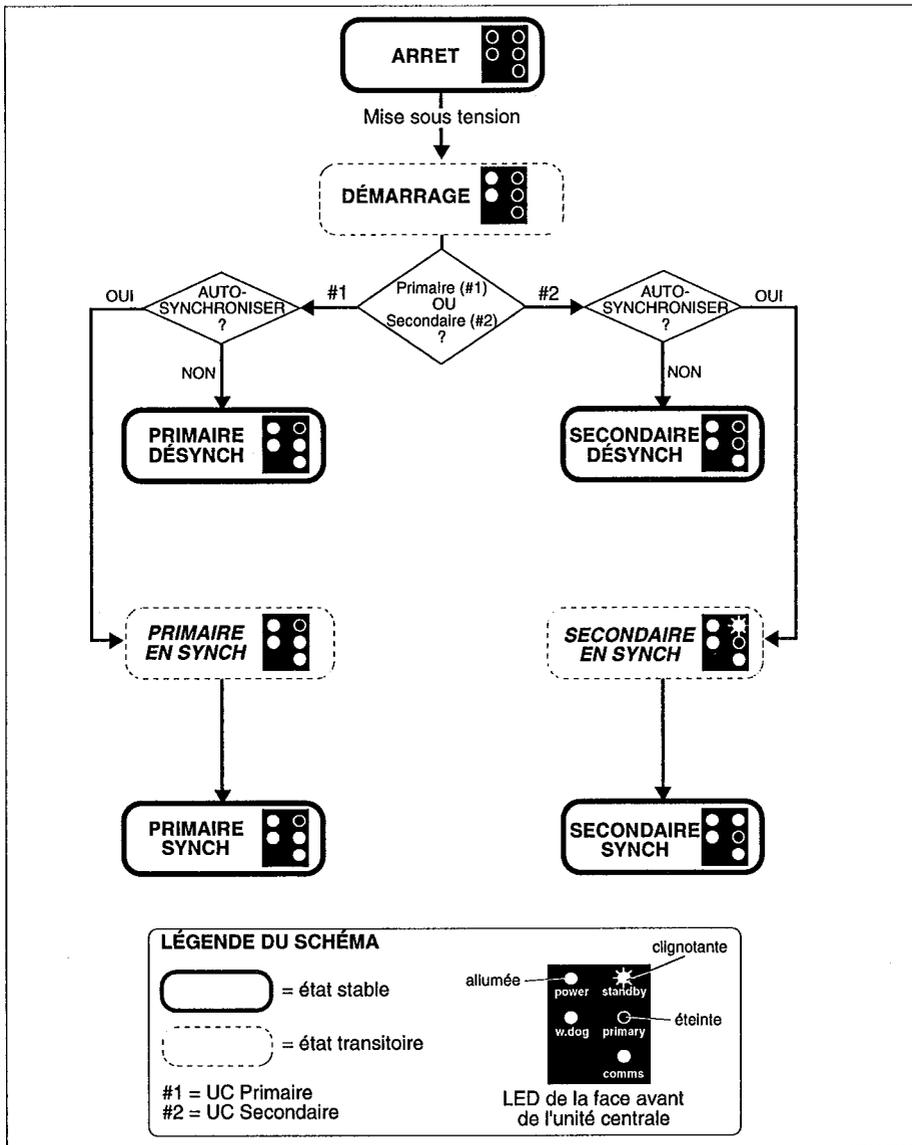

Figure 2-25 États de redondance à la mise en route pour deux unités centrales
La figure 2-25 montre l'ensemble des états possibles lorsque deux unités centrales dans un manchon contrôleur/coordonateur sont mises sous tension, soit simultanément ou séquentiellement.
La synchronisation automatique n'est réalisée que si les deux unités centrales sont mises sous tension en même temps (dans un intervalle d'une seconde), et si elles ont tourné précédemment en tandem synchronisé redondant. Ces informations sont disponibles dans la mémoire de l'horloge temps réel. Dans tous les autres cas, — par ex. mise sous tension sur la base des états par défaut, mise sous tension d'une seule unité centrale, mémoire effacée ou corrompue — il n'y a pas de synchronisation automatique et les unités centrales adoptent les états désynchronisés. La figure 2-25 montre ces états sous la désignation '**Primaire désynch**' pour l'unité centrale primaire et '**Secondaire désynch**' pour le secondaire.
**Synchronisation.** Si le système décide d'effectuer une synchronisation automatique, les unités centrales passent à l'état de synchronisation transitoire. La Figure 2-25 montre ces états sous la désignation '**Primaire en synch**' pour l'unité centrale primaire et '**Secondaire synch**' pour l'unité centrale secondaire. Dans ces états, qui peuvent durer quelques secondes ou minutes, le primaire transfère ses fichiers de bases de données de démarrage à froid ou à chaud au secondaire par l'intermédiaire d'une liaison directe. Il demande ensuite au secondaire de charger la base de données correcte et si le déroulement est normal, il transmet les données du bloc actif au secondaire.